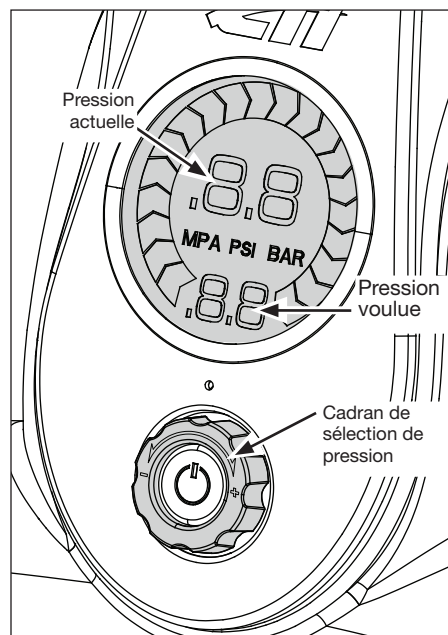

Figure 3 - Jauge numérique et cadran de sélection de pression
4. Tournez le cadran du sélecteur de pression jusqu'à ce que le champ de pression désiré indique « LO » (BAS) (Le réglage LO est juste sous le réglage de 138 kPa (20 lb/po²)). (Voir la figure 3).
6. Lorsque l'article atteint la fermeté voulue, enfoncez le bouton de courant à nouveau pour arrêter le gonflement. La pression réelle apparaîtra alors sur la jauge numérique après l'arrêt du gonfleur. (Voir la figure 3).
4. Tourner le cadran du sélecteur de pression jusqu'à la pression voulue. (Voir la figure 3).